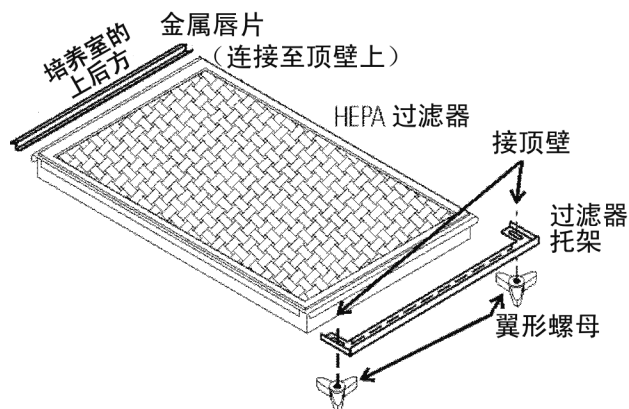

图 1-11. 3307/3308 型的 HEPA 方向
3. 松開箱室顶部前角处的黑色翼形螺母（图 1-11/1-12）。